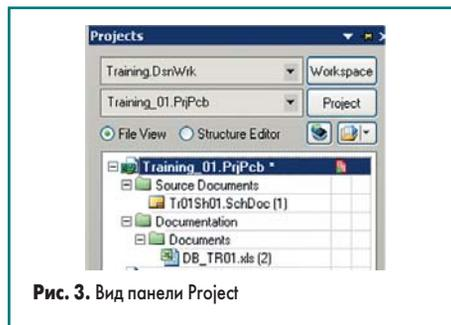

Рис. 3. Вид панели Project
2. Из панели **Project** нажатием правой кнопки «мышки» при выделении нашего проекта вызываем контекстное меню и командой **Add Existing to Project** добавим файл ...**Project\Training_01\DOC\DB_TR01.XLS** к проекту. После этого ссылка на соответствующий файл появится в соответствующем разделе браузера (рис. 3) панели **Project**, и мы сможем открывать этот файл непосредственно из пакета **Altium Designer**. Это